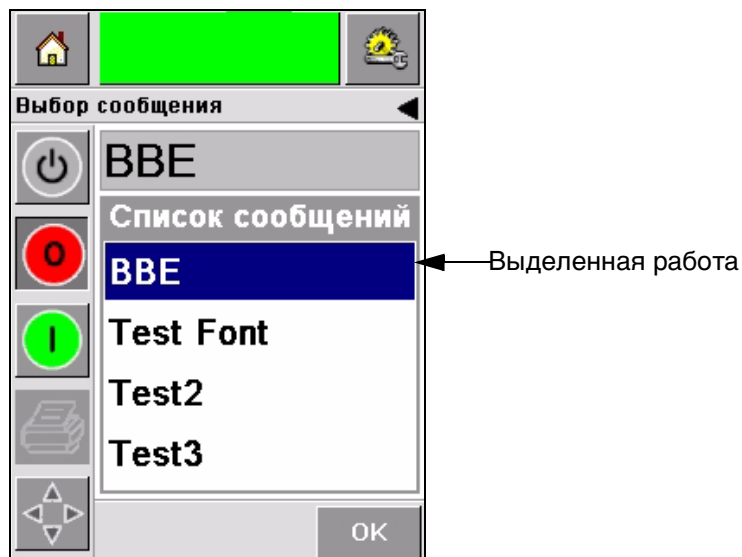
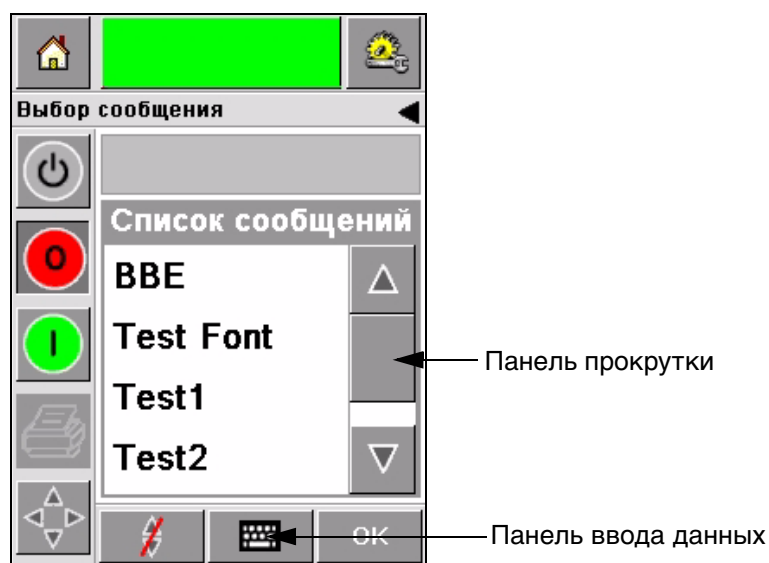

Рисунок 5-3: Выбор задания
Рисунок 5-4: Панель прокрутки
- 2 Если задание короткое, коснитесь названия задания и название задание выделится (Рисунок 5-3).
Появится полоса прокрутки (Рисунок 5-4 на странице 5-4). Полоса прокрутки поможет двигаться вверх и вниз по базе данных, чтобы просмотреть все задания и выбрать нужное.
Коснитесь *пиктограммы* Панель ввода данных (Рисунок 5-4 на странице 5-4). Экран *выбора задания* появится с клавиатурой ввода данных (как на мобильном телефоне). Название задания отобразится автоматически, когда вы начнете вводить первые буквы названия задания, таким образом, Вы можете выбрать нужное задание (Рисунок 5-3 на странице 5-3).